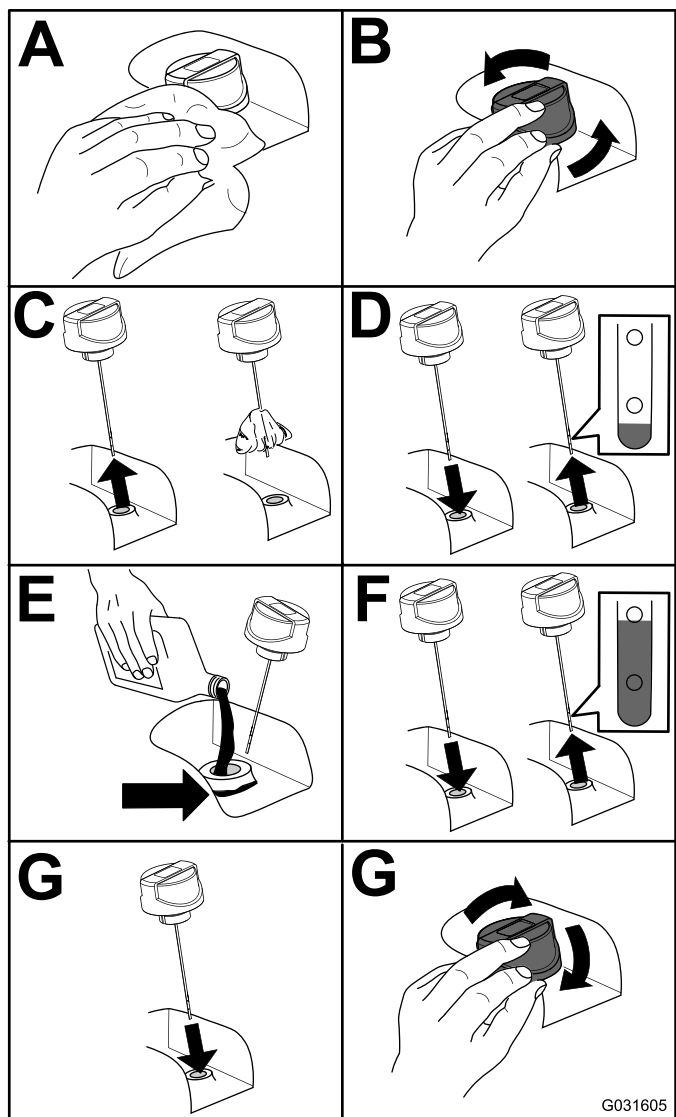

Figure 65
2. Contrôlez le niveau du liquide hydraulique (Figure 65).
5. Remplissez le réservoir de liquide hydraulique (Figure 65).